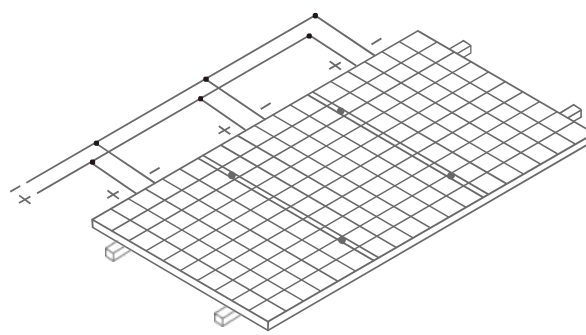

图 6 并联方式
- 并联时，整串组件的输出电流等于每个支路组件或组件串的输出电流之和（并联方式如图 6 所示），每串组件都要安装保险丝，组件最大并联数参考公式： $\text{最大保护电流} / (1.25 * \text{短路电流})$ ，具体请参考该国家或地区或当地的规范。